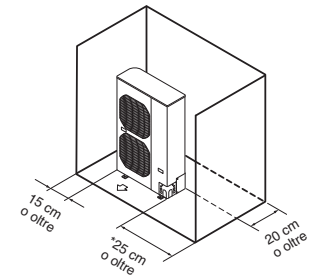

Fig. 2-2
- rispettare l'area minima di esercizio e manutenzione consigliata. (Fig. 2-2)
- (1) Ostruzioni sui lati sinistro, destro e posteriore (I lati anteriore e superiore dell'unità sono aperti). (Fig. 2-2)